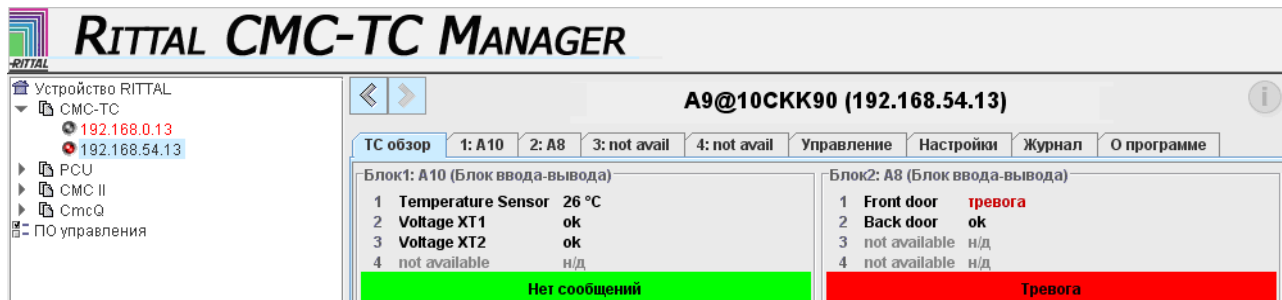

Рисунок 3.3 – Состояние датчиков при открытой передней двери ШСПД
3.5.4.3 Открыть переднюю дверь ШСПД – результат проверки считается положительным, если в течение не более 10 секунд датчик «Front door» перейдет в состояние «Тревога» (рисунок 3.3).